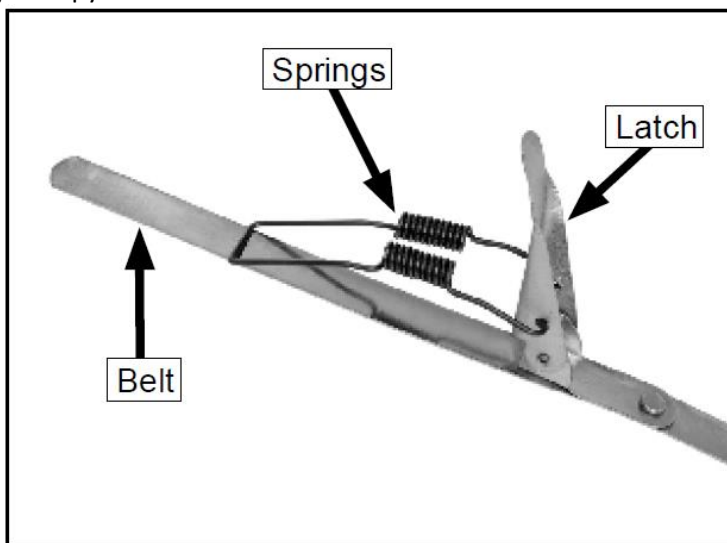

Рисунок 10. Правильное положение пружины зажима мешка.
3. Пружины зажима мешка должны располагаться между ремнем и защелкой (рис. 10), в противном случае зажим работать не будет. При необходимости отрегулируйте пружины.